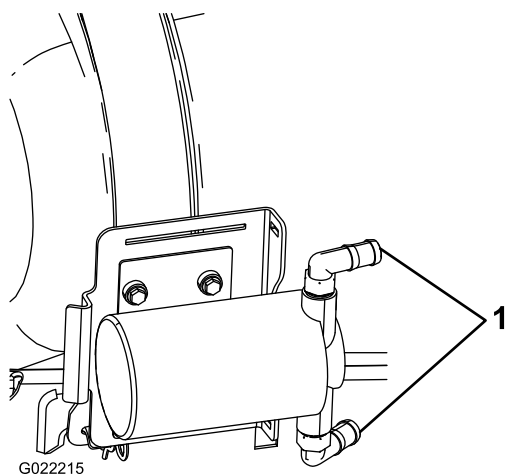

図 10
5. ポンプのホースバーブは 図 10 のように取り付ける。